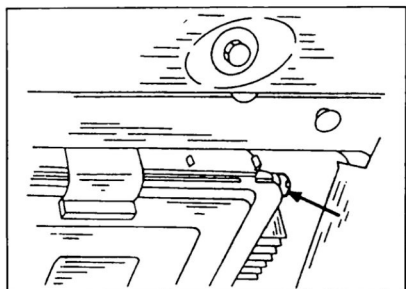

Рис. 150. Регулировка содержания СО на приборе управления.
- ♦ Проверить содержание СО в выпускных газах и, при необходимости, винтом на приборе управления (см. стрелку на рис. 150) отрегулировать в пределах 3.5 % СО. При вращении винта влево смесь обедняется, вправо - обогащается. Доступ к прибору управления возможен после снятия обивки кузова.